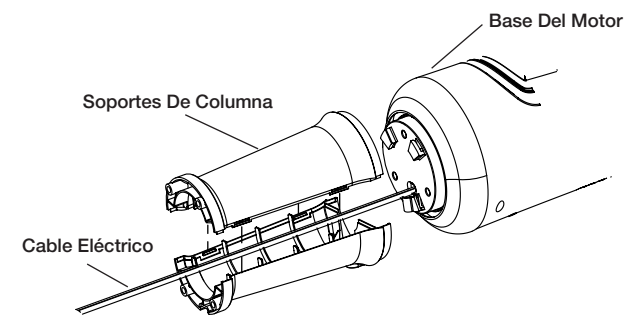

Figura 1
2. Ubique el cable eléctrico en la parte inferior del ventilador. Coloque el cable eléctrico dentro del canal del cable en el Apoyo de columna. (Figura 1)
3. Conecte el Ensamblaje de soporte de columna al encajar las dos mitades de la columna e insertarla en la parte inferior del ventilador. (Figura 1)